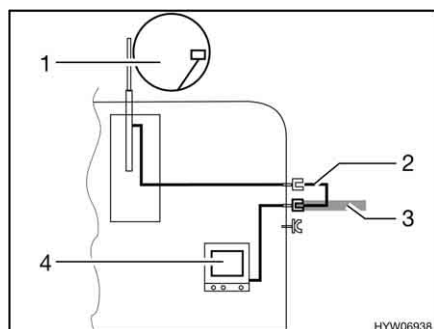

Bild 150 TV i fordonet
- TV i fordonet (Bild 150,4): Anslutning till takantenn (Bild 150,1) med anslutningskabel (Bild 150,2)
- TV i fordonet (Bild 150,4): Anslutning till extern antenn (Bild 150,3)